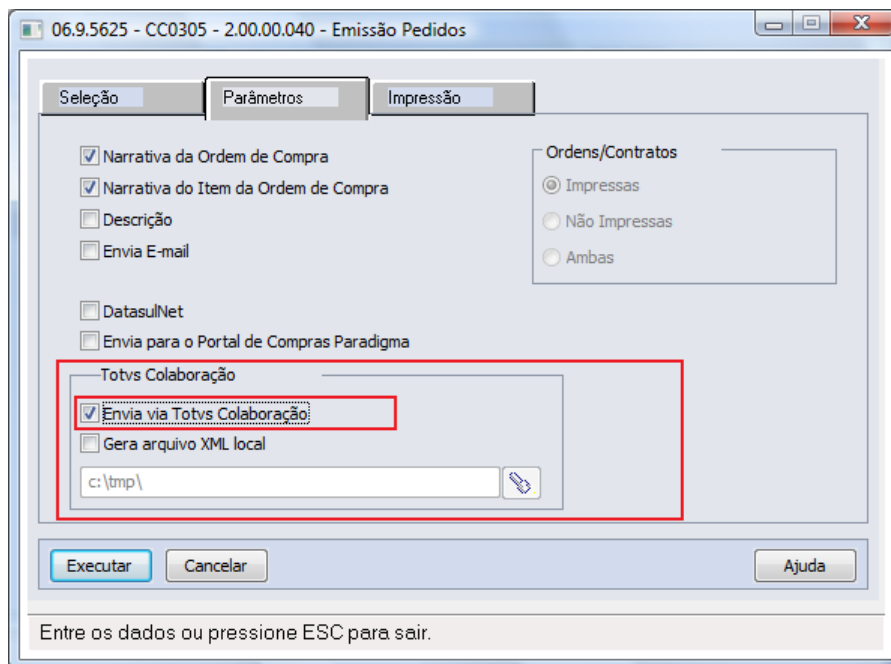
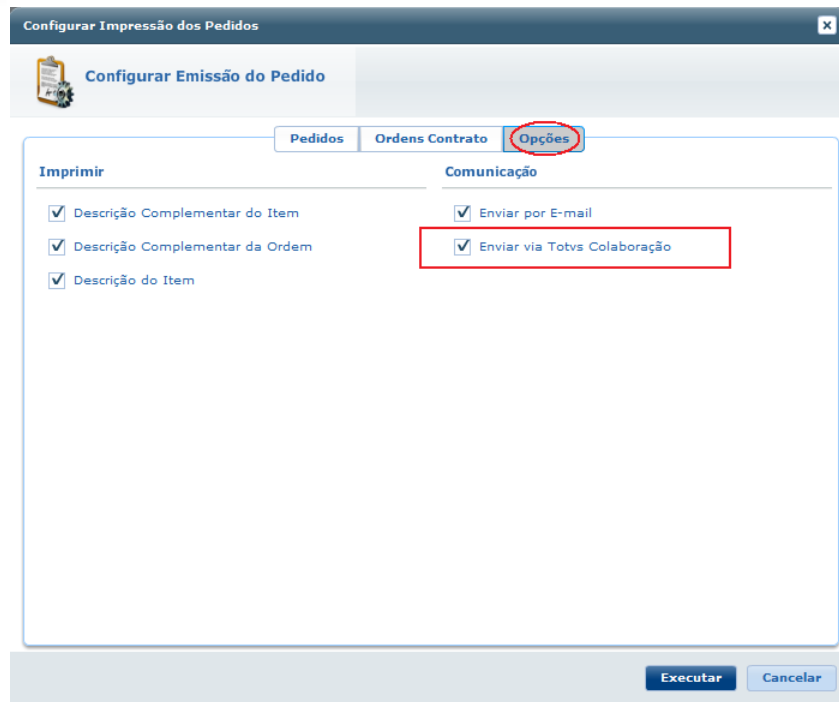

Figura 9 – Emissão de Pedido de Compra Progress – Folder Parâmetros
Figura 10 – Emissão de Pedido de Compra Flex – Folder Opções
- Emissão de Pedido de Compra – Realiza o envio de pedido de compra para o fornecedor via TOTVS Colaboração, conforme figura 9. Pode também ser enviado utilizando a Emissão de pedido flex, conforme figura 10.